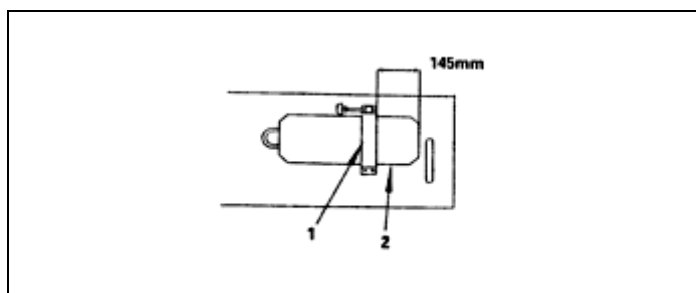

Fig. 27
## 23. MONTAGEM DO LEVANTADOR DA JOELHEIRA (Fig. 27, 28 e 29)
1. Fixe o suporte levantador da joelheira na parte inferior da mesa 145 mm afastado do canal da mesa (fig. 27).
1. Deve-se notar que qualquer regulagem livre pode ser feita na distância horizontal da agulha entre mínimo-máximo. Ajuste a posição vertical da agulha para a posição 0; isto irá ajustar as peças de controle da joelheira para fazer com que o componente controle o movimento de balanço da agulha (Fig. 27, 29).